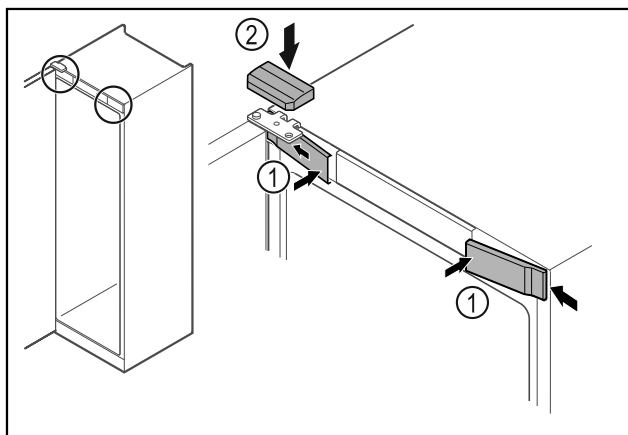

Fig. 67
- 从侧部挂入前盖板 Fig. 67 (1) 并将其卡紧。
- 从上方卡紧上盖板 Fig. 67 (2)。